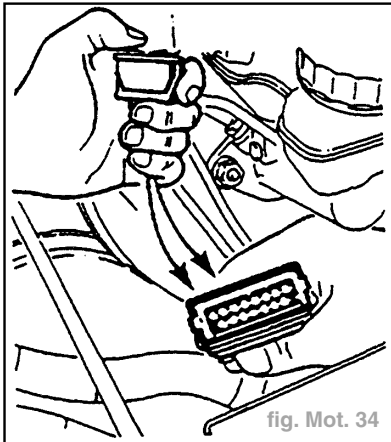

fig. Mot. 34
- Débrancher le relais de pompe à carburant (fig. Mot. 34).